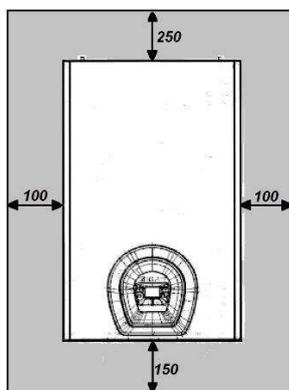

Рисунок 5.1
- оставить вокруг котла минимальное свободное пространство, см. Рисунок 5.1.